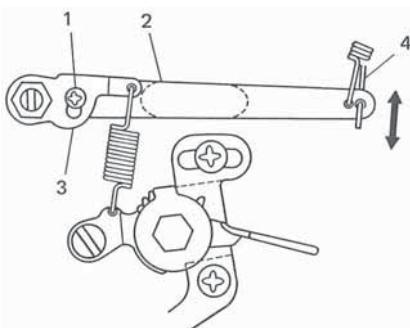

Fig. 23B
- (1) Bränslefilter
- (2) Filter i övre luftrenare
- (3) Luftrenarfilter
- (4) Nivåskruv
⑩ GOVERNOR ADJUSTMENT
- a. First with engine off, loosen screw A (1).
Pull up governor outer lever (2) and push down governor spring lever (3), then at the same time retighten the screw A (Fig. 23B)
- a. D'abord, le moteur arrêté, desserrer la vis A (1). Relever le levier extérieur du régulateur (2) et enfoncez le levier du ressort du régulateur (3), puis resserrer simultanément la vis A. (Fig. 23B)
⑥ REGLEREINSTELLUNG
- a. Bei ausgeschaltetem Motor Schraube A (1) lösen. Dann den außen Reglerhebel (2) hochziehen und den Federhebel (3) des Reglers hinunterdrücken und gleichzeitig die Schraube A wieder festziehen (Fig 23B).
- a. Con el motor parado, aflojar primeramente el tornillo A (1).
Extraer la palanca exterior del regulador (2) y empujar la palanca del resorte del regulador (3), al mismo tiempo se reajustará el tornillo A (Fig 23B)
- a. Stanna först motorn och lossa sedan skruven A (1). Drag upp den yttre spaken (2) av regulatorn och tryck sedan ned dess fjäderspak (3). Drag samtidigt åt skruven A. (Fig. 23B)